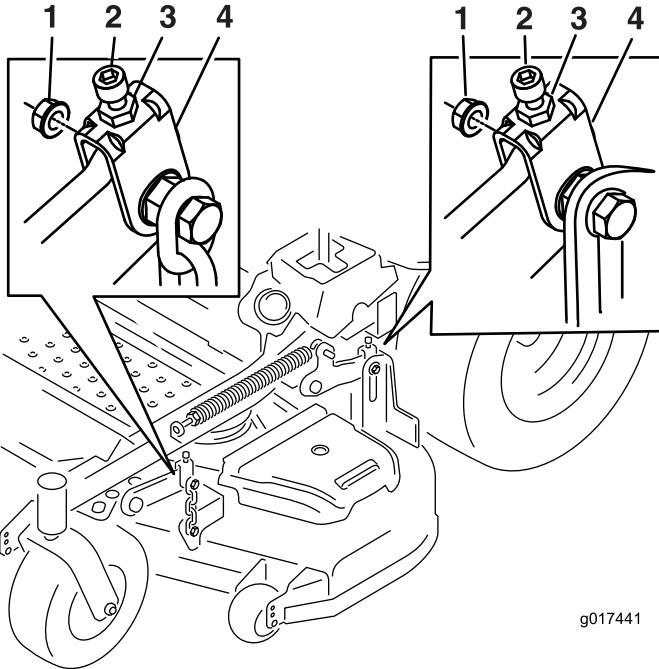

Figura 71
- 10. Si es necesario, afloje la tuerca "whizlock" del lateral de la horquilla y la contratuerca de la parte superior. Gire el tornillo de ajuste hasta obtener una altura de 7,6 cm (ver Figura 71).
16. Gire el tornillo de ajuste hasta obtener una altura de 8,3 cm (Figura 71).